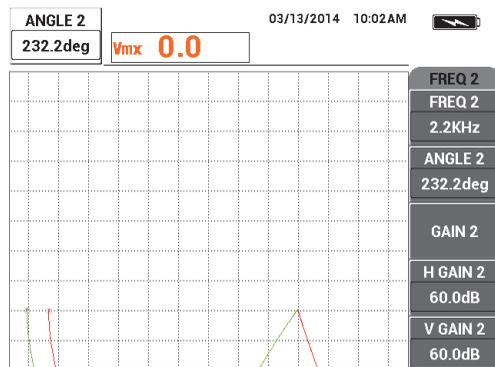

Figura 5-119 Regolazione del valore ANGOLO 2
6. Mantenendo la sonda in posizione, premere nuovamente il tasto ANGLE () ed in seguito regolare **ANGOLO 2** fino ad avere, anche in questo caso, il segnale il più orizzontale possibile (vedere Figura 5-119 a pagina 224).